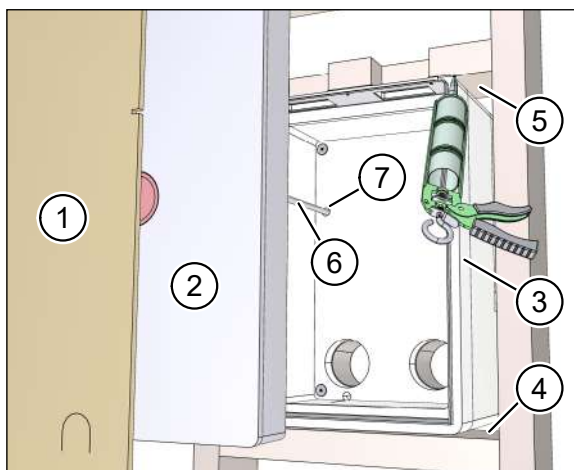

Fig. 50: Inserimento e fissaggio della cassetta a muro
- ▶ Rimuovere il coperchio di protezione dall'intonaco (pos. 1 nella Fig. 50) e il coperchio protettivo (pos. 2 nella Fig. 50) dalla cassetta a muro (pos. 3 nella Fig. 50).
- ▶ Applicare dell'adesivo di montaggio sul lato superiore del travetto inferiore (pos. 4 nella Fig. 50) e sul lato inferiore del travetto superiore (pos. 5 nella Fig. 50).
- ▶ Fare passare il cavo di rete ed event. il cavo di comando (pos. 6 nella Fig. 50) attraverso l'ingresso del cavo nella cassetta a muro (pos. 7 nella Fig. 50).